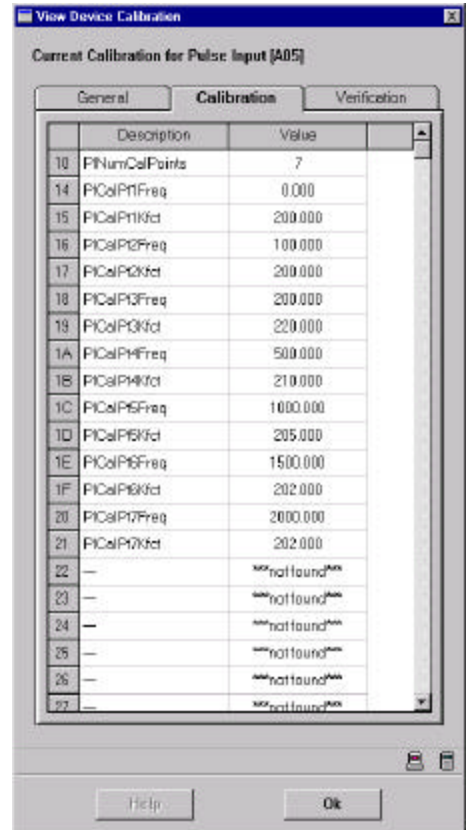

Figure 4 Device calibration window / Fenêtre View Device Calibration
5. Click the *Calibration* tab. Figure 4 shows an example of the window.
5. Cliquer sur l'onglet *Calibration*. La fenêtre obtenue est illustrée à la figure 4.